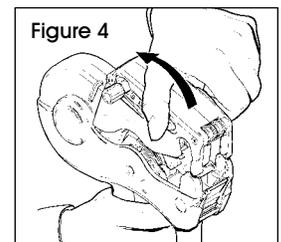

Figure 4
1. Tirez les loquets en arrière et faites pivoter complètement le couvercle pour l'ouvrir. Un déclic doit se faire entendre. (Voir Figure 4)